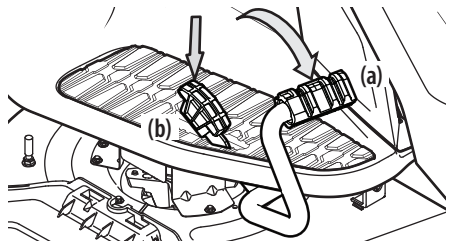

Figure 25
2. Pour vous déplacer en marche avant, appuyez doucement sur la pédale de marche avant (a) jusqu'à ce que vous atteigniez la vitesse désirée. Voir Figure 25.
3. Pour vous déplacer en marche arrière, regardez d'abord derrière vous, puis appuyez doucement sur la pédale de marche arrière jusqu'à ce que vous atteigniez la vitesse désirée. Voir Figure 25.